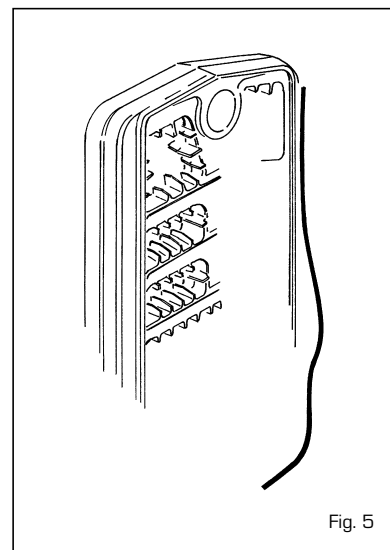

Fig. 5
- introduire le cordon de stuc (fig. 5) dans la gorge prévue pour l'étanchéité contre les fumées en exerçant une légère pression;